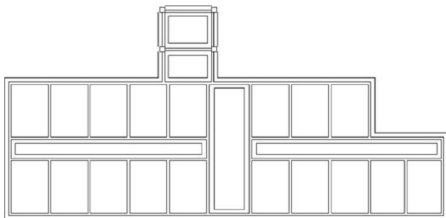

图 5.5 修整大放脚
(2) 用【圆角】命令修改偏移得到的每一组相邻直线, 选择【修剪】模式, 圆角半径为“0”, 修改的结果如图 5.5 所示。